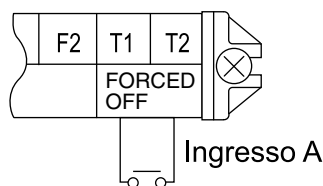

Fig. 32
(1) Specifiche dei fili e modalità di esecuzione dei collegamenti elettrici (vedere la Fig. 32)